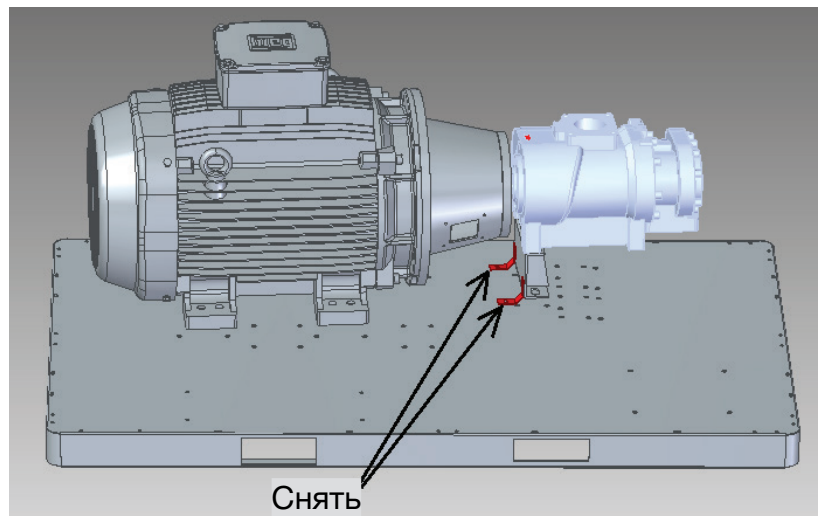

Рис.5.1 Транспортировочные кронштейны
- б. Снимите два красных транспортировочных кронштейна, расположенных с каждой стороны опоры плиты винтовая пара- двигатель, как показано на рис. 5.1.